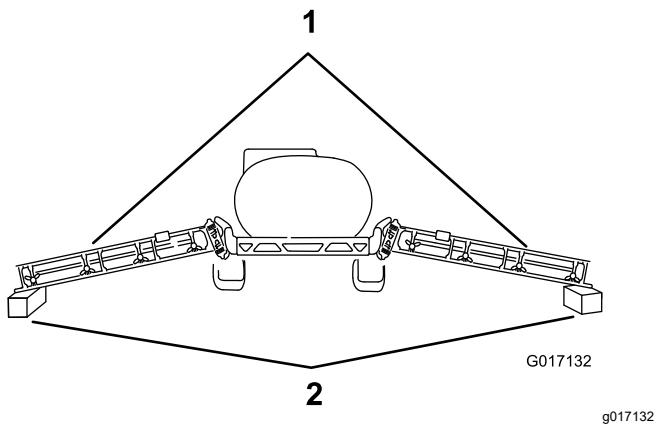

Figura 8
- Baje cuidadosamente las secciones de brazos exteriores sobre los bloques de madera de unos 10 cm de alto, tal y como se muestra en la Figura 8.